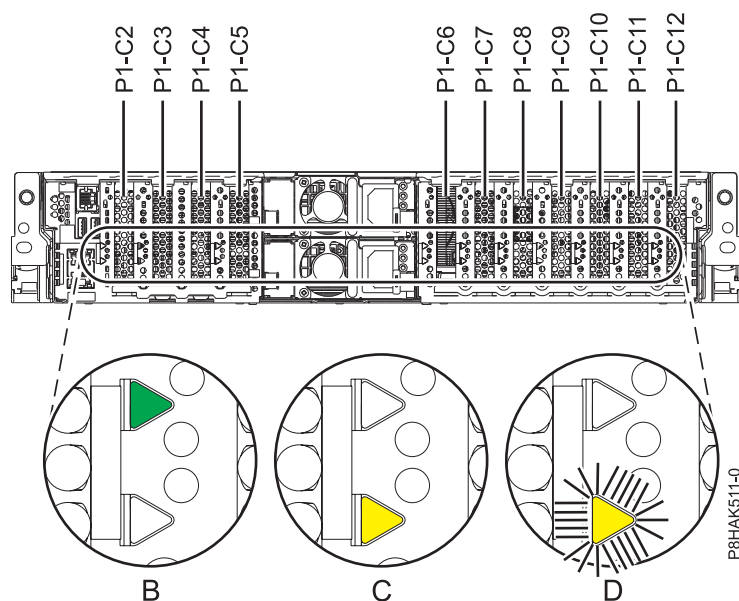

図 13. 5148-21L、5148-22L、 8247-21L、8247-22L、8284-21A、または 8284-22A システムの PCIe アダプター・スロットの位置および LED の位置
1. PCIe アダプター・スロットおよび保守する PCIe アダプター用のサービス・インディケーターの位置を理解してください。PCIe アダプターは、システム背面に取り付けられています。 27 ページの図 13 は、5148-21L、5148-22L、 8247-21L、8247-22L、8284-21A、または 8284-22A システムの PCIe アダプターの位置およびその PCIe アダプターの発光ダイオード (LED) の位置を示しています。